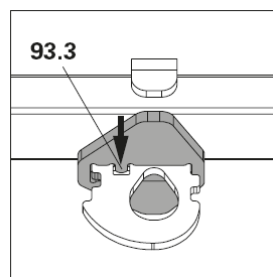

Fig. A11.06g
3. Insérer le doigt de verrouillage (**93.3**) dans le trou. (Fig. A11.06g + A11.06h)